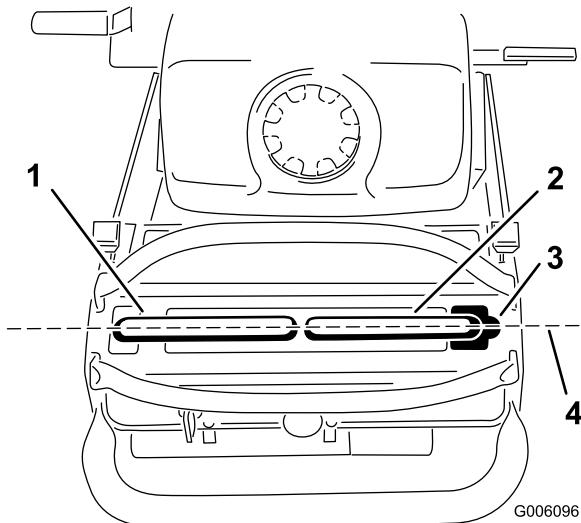

Figura 54
Importante: Compruebe el avance de la máquina después de ajustar las palancas de control de movimiento. Despues de ajustar el avance, las palancas de control de movimiento pueden no quedar alineadas con precisión hacia adelante-atrás (Figura 54).
1. Una vez ajustada la alineación horizontal, compruebe la alineación hacia adelante-atrás (Figura 54).